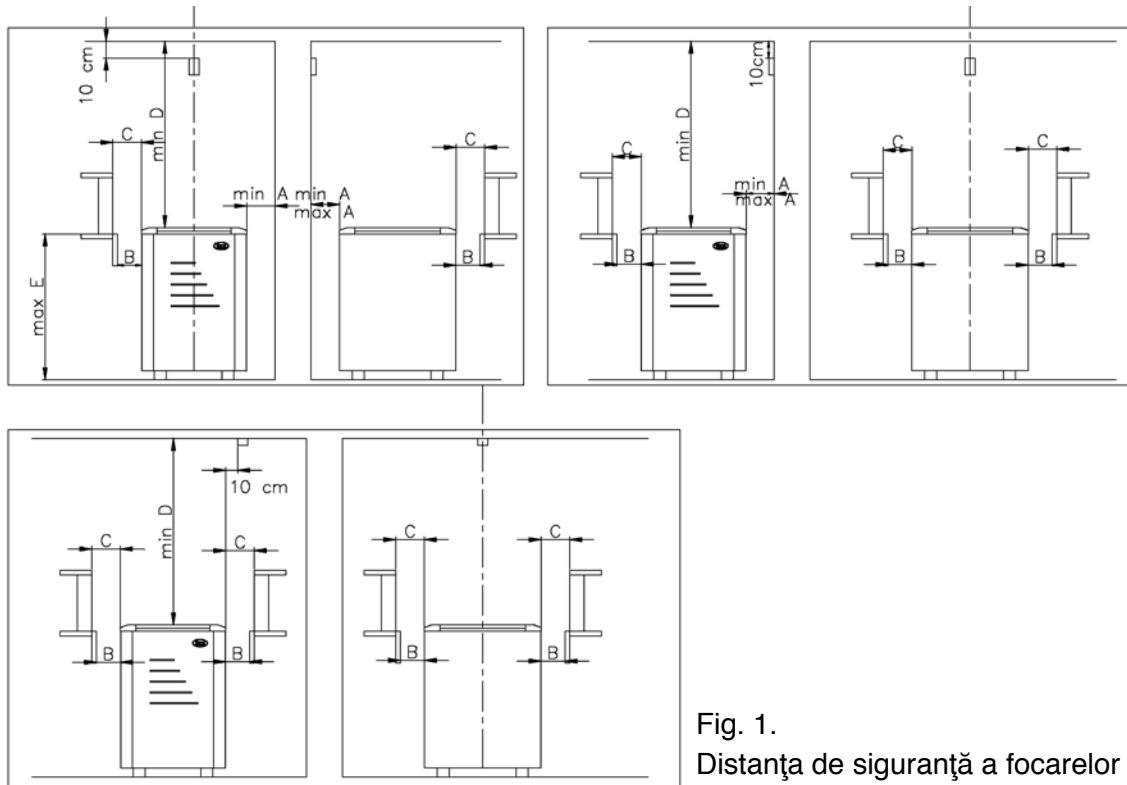

Fig. 1.
\*\*) vezi fig. 1
- La montarea focarului electric trebuie să se țină cont de distanța de siguranță (Vezi fig. 1)